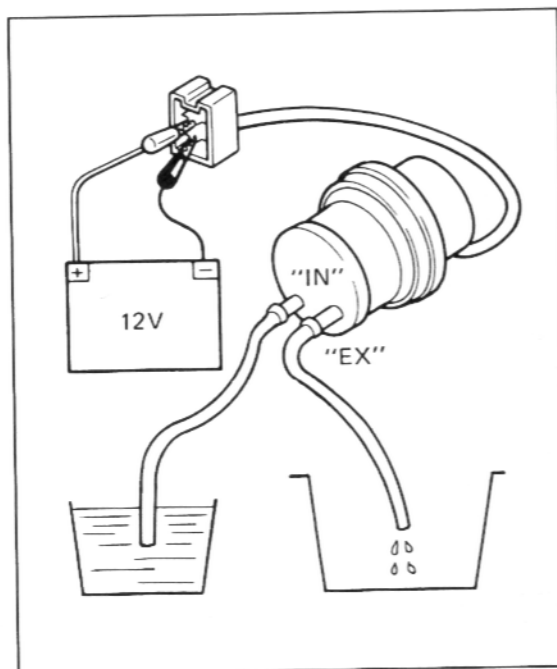

Bild 177
- Kraftstoff-Pumpe prüfen. Siehe Bild 177.